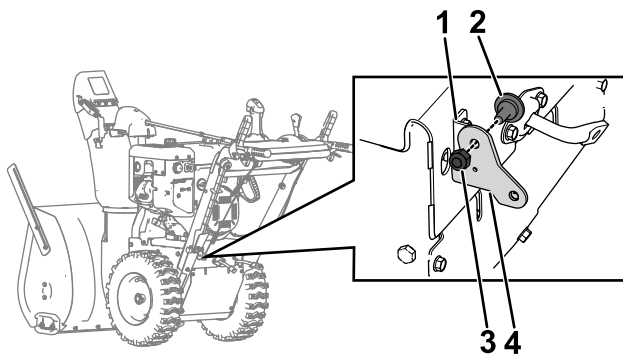

**Bild 5**
6. Lösen Sie im hinteren Teil der Maschine den Bowdenzug des Fahrtriebs von der Bowdenzughalterung (**Bild 5**).